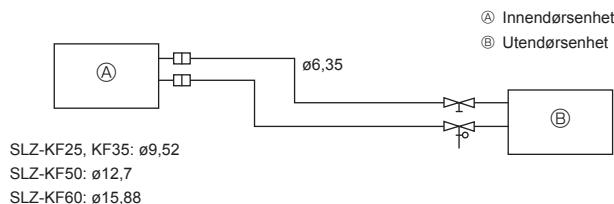

Fig. 5-1
5.1. Kjølemediumrør (fig. 5-1)